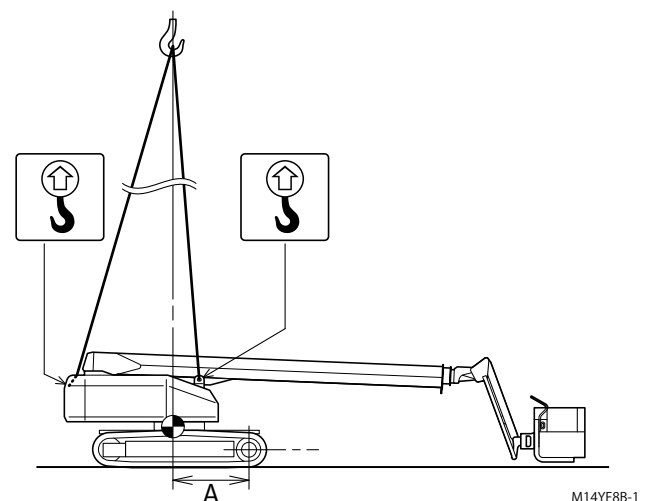

Fig. 10-6
Ziehen Sie den Ausleger vollständig ein und stellen Sie den Hub auf ungefähr horizontal. Senken Sie danach den Hilfsausleger auf die Endposition und stellen Sie die Maschine wie in Abb. 10-6 gezeigt ab.
Bringen Sie die Drahtseile mit Schlingen oder Ketten an die Hebestellen am Drehgestell mit einem Schäkel usw. an (siehe Abb. 10-6).
*2: Siehe Abb. 10-6, A.